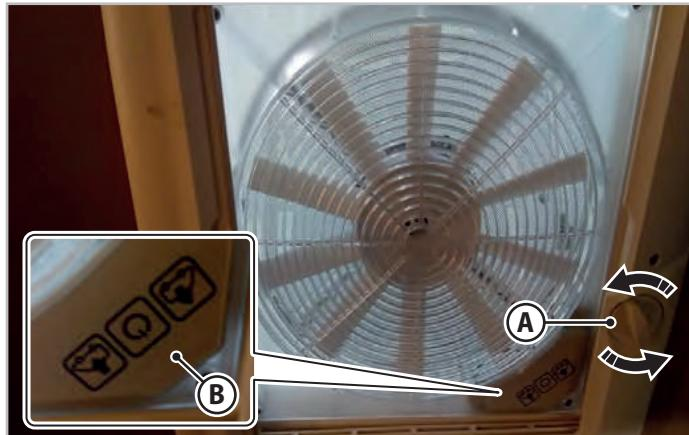

Fig. 6.9 - Lanterneau avec volant d'ouverture
En tournant le volant d'ouverture (A - Fig.6.9) dans les deux sens de rotation, le lanterneau se soulève (ouverture) ou se baisse (fermeture). Vous pouvez régler l'ouverture du lanterneau sur la position intermédiaire choisie.
Pour utiliser la fonction d'aération et d'aspiration, ouvrir le lanterneau à l'aide du volant (A - Fig.6.9) et sélectionner la fonction d'aération avec entrée d'air (IN) ou d'aspiration (OUT) à l'aide des boutons de commande (B - Fig.6.9).